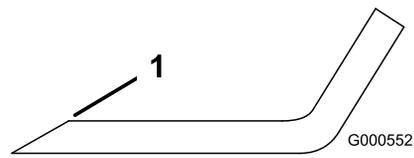
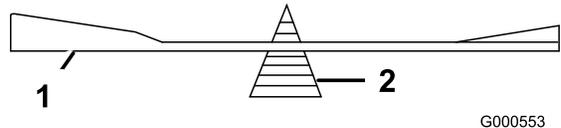

Figura 37
Figura 38
1. Utilice una lima para afilar el filo de corte en ambos extremos de la cuchilla (Figura 37). Mantenga el ángulo original. La cuchilla permanece equilibrada si se retira la misma cantidad de material de ambos bordes de corte.
2. Verifique el equilibrio de la cuchilla colocándola sobre un equilibrador de cuchillas (Figura 38). Si la cuchilla se mantiene horizontal, está equilibrada y puede utilizarse. Si la cuchilla no está equilibrada, rebaje algo el metal en la parte de la vela solamente (Figura 37). Repita este procedimiento hasta que la cuchilla esté equilibrada.